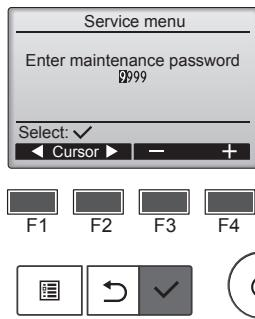

Fig. 6-3
- ① Ana menüden "Service" (Servis) öğesini seçin ve düğmesine basın.
- ② Servis menüsü seçildiğinde, bir pencere açılarak parola isteyecektir. (Fig. 6-3)